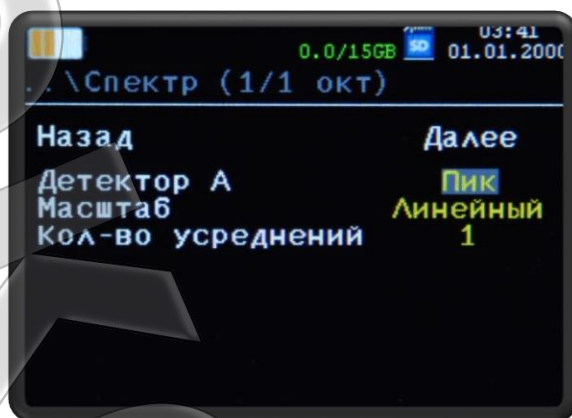

Рисунок 11. Режим «Спектр (1/1 окт)». Параметры предполагаемого отображения спектра
2.2.10 При выборе режима «Спектр (1/1 окт)», необходимо задать требуемые параметры измерения 1/1 октавного спектра (Рисунок 11), где